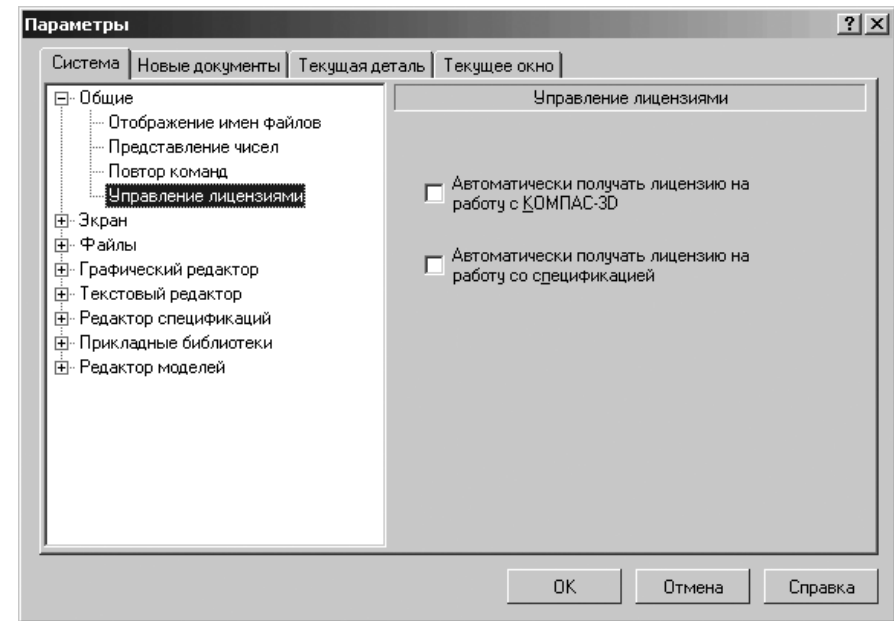

Рис. 9.4. Диалоговое окно **Параметры** с открытой вкладкой **Система** и открытой панелью **Управление лицензиями**
- щелкните по пункту **Управление лицензиями**. Откроется в правой части диалогового окна панель **Управление лицензиями** (рис. 9.4).